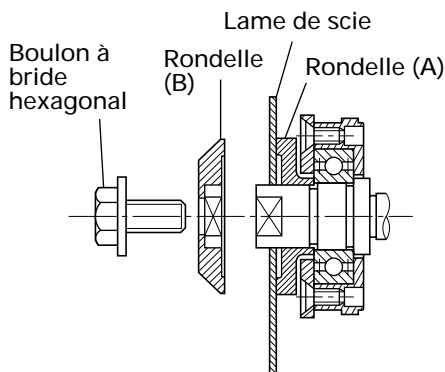

Fig. 18
- (1) Bien retirer toute la sciure qui s'est accumulée sur l'axe, le boulon et les rondelles.
- (2) Pour monter la lame, les côtés concaves des deux rondelles (A) et (B) doivent rentrer dans les côtés de la lame. Monter la lame sur l'axe, puis fixer la rondelle (B). (Voir Fig. 18)
- (3) Pour s'assurer que la lame tourne dans le bon sens, il faut que la flèche de la lame soit dirigée dans le même sens que celle du carter de lame.
- (4) Avec les doigts, serrer le boulon hexagonal qui fixe la lame de scie au maximum. Puis, appuyer sur le levier de verrouillage, verrouiller l'axe et serrer le boulon à fond.
- (5) Vérifier que le levier de verrouillage se trouve sur sa position d'origine.